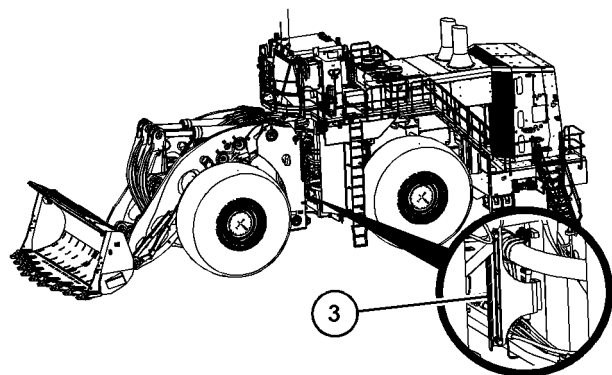

Ilustración 267
10. Quite el respiradero de la transmisión (8). Lave el respiradero con un disolvente limpio y no inflamable. Deje que se seque el respiradero o séquelo con aire comprimido. Instale el respiradero de la transmisión.
14. Consulte la ilustración 267. Revise el nivel de aceite de la transmisión en la mirilla del nivel de aceite de la transmisión (3). Mantenga el nivel de aceite entre las marcas en la mirilla de nivel de aceite. Si es necesario, quite la tapa del tubo de llenado de aceite de la transmisión y añada aceite.